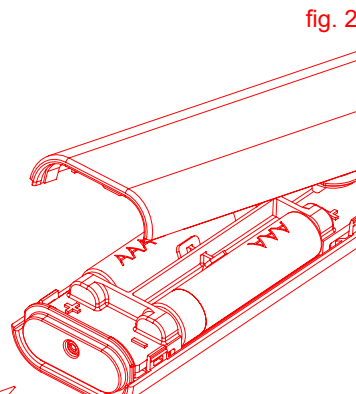

fig. 2
**2.0 Alimentazione** - Il telecomando funziona con due pile alcaline da 1,5 V formato LR03 (AAA) (fig. 2). Durante la trasmissione il display si accende fisso se le pile sono cariche, lampeggia quando si stanno scaricando. Per la sostituzione usare solo pile analoghe a quelle indicate.
**2.0 Batteries** - The remote control works with two 1.5 V Alkali batteries (AAA)format LR03 (fig. 2). During operation the display will light up. If batteries are low, the display flashes. Replace the batteries only with type specified above.
**2.0 Batterien** - Der Handsender funktionieren mit zwei 1,5 V Alkalibatterien (AAA) Format LR03 (fig. 2). Während der Sendung des Signals leuchtet das Display. Sich entleerende Batterien werden durch das blinken des Displays signalisiert. Die Batterien müssen mit Batterien des gleichwertigen Typs ersetzt werden.